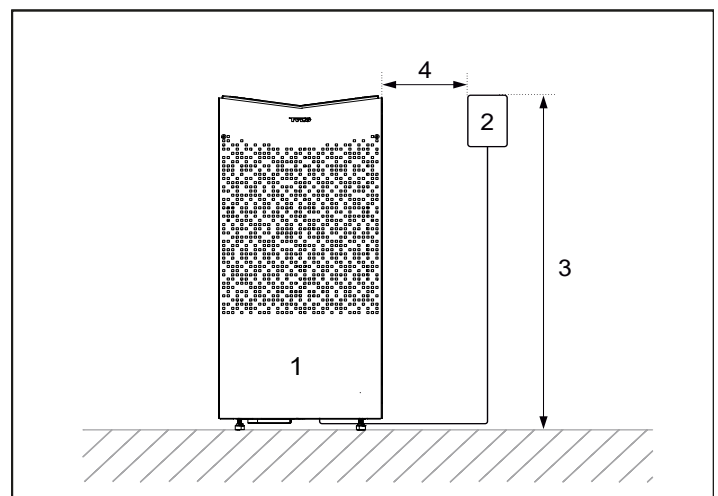

Abbildung 5: Sicherheitsabstand/Montagehöhe, Bedienpanel
- Planen Sie die Positionierung des Bedienpanels (zulässige Positionen können Sie der beiliegenden Anleitung für das Bedienpanel entnehmen). Ziehen Sie auch den Abschnitt „Bedienpanel“, Abbildung 5, zu Rate.
Das Bedienpanel kann in einem TyLö-Saunaraum oder einem selbst gebauten Saunaraum mit korrekter Belüftung platziert werden, der gemäß der von TyLö empfohlenen Belüftung arbeitet (Prinzip der natürlichen Belüftung). Lesen Sie die Abschnitte „Positionieren der Belüftungsöffnung“ und „Positionieren der Entlüftungsöffnung“ in dieser Anleitung. Wenn diese Anforderungen nicht erfüllt sind, muss das Bedienpanel immer außerhalb der Saunakabine platziert werden. Wenn Sie das Bedienpanel in einer Saunakabine installieren, muss es unter Berücksichtigung der Sicherheitsabstände und der Installationshöhe positioniert werden (siehe Abbildung 5).